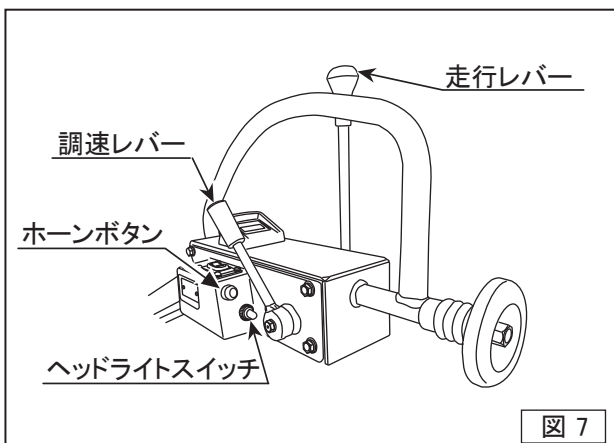

図 7
- 各レバーやワイヤーが確実に動作するか点検します。ホーンボタンを押して、ホーンが正常に鳴るかを確認してください。ヘッドライトスイッチを入れてヘッドライトが点灯するかを確認してください。(図7)